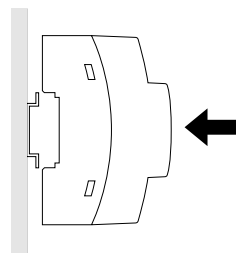

Fig. 9-2: Montage BUS Koppler auf Tragschiene
- Den Geniax BUS Koppler auf eine 35-mm-Tragschiene nach EN 60715 aufrasten (Fig. 9-2).